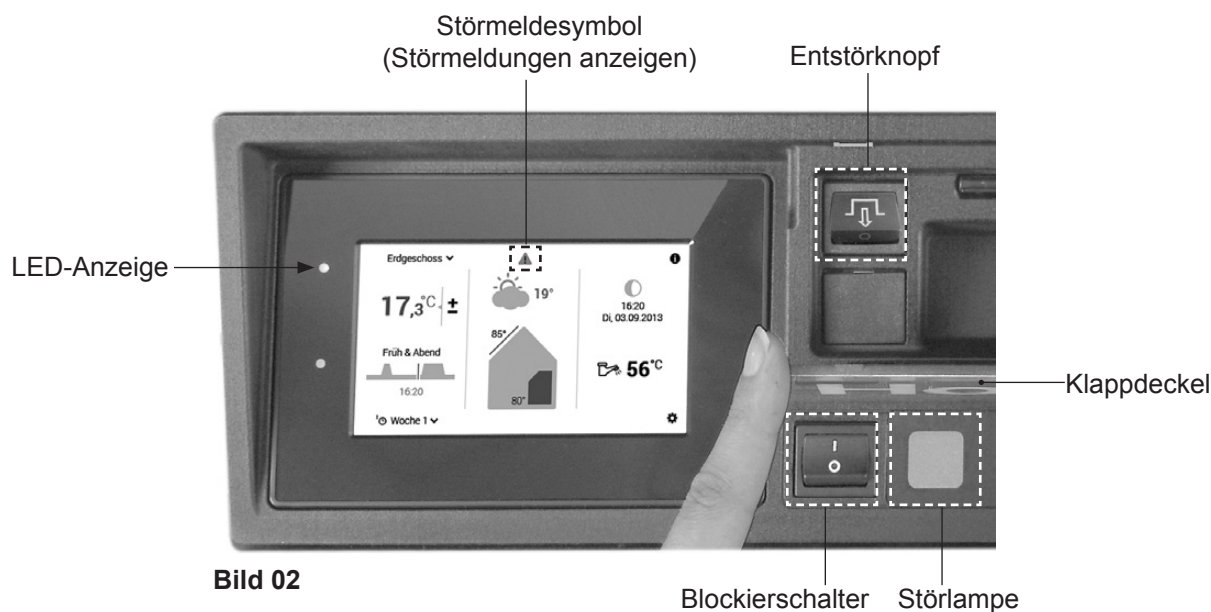

Bild 02
1. Klapplack (Bild 02) rechts am Bedienfeld öffnen.